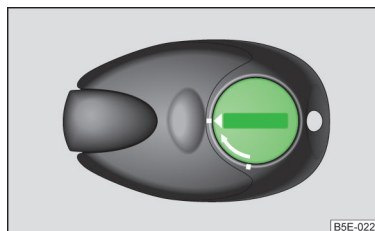

Fig. 193
- Bateria este amplasată pe spatele telecomenzii radio, sub un capac » fig. 193.